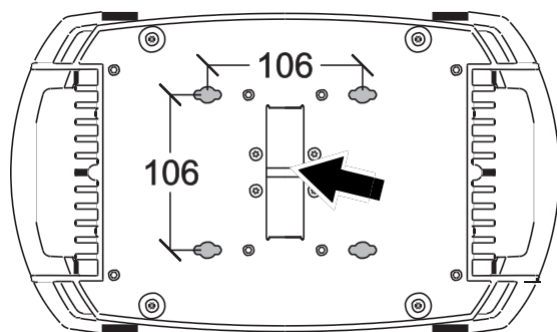

Рисунок 3. Место крепления страховочного троса
5. См. рисунок 3. Во избежание падения прибора из-за отказа зажима или кронштейна используйте второе крепление, такое как страховочный трос, способный выдержать 10-кратный вес прибора, закрепив его при помощи точки крепления с надписью SAFETY WIRE на основании прибора. Это место крепления предназначено для карабинного зажима. Не используйте ручки для переноски в качестве страховочных точек крепления.